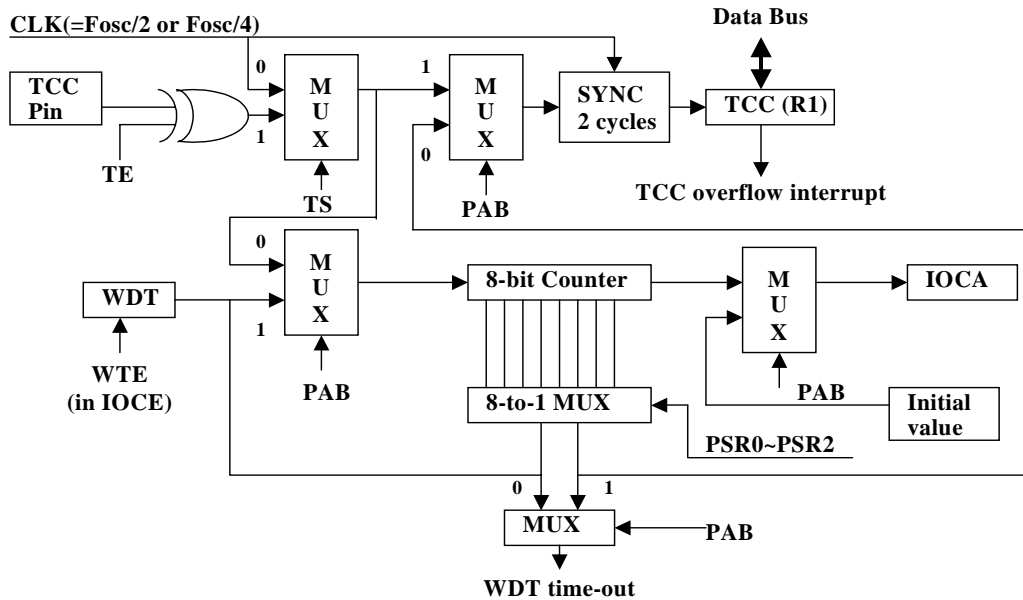

图 4-3 TCC 和 WDT 模块图
TCC 或WDT 有一个8位计数器用作预分频器。在同一时间它只能分配给其中一方，这由CONT 寄存器的PAB 位决定。PSR0~PSR2位确定分频系数。若分配给TCC，则每次写TCC 操作均将预分频器清0。若分配给WDT，则WDT 和预分频器均在执行WDTIC 或SLEP指令时清0。图4-3 详细描述了TCC/WDT电路特性。
- R1(TCC)为8 位定时器/计数器。TCC 时钟源可为内部时钟或外部时钟（由TCC 引脚输入，触发沿可选择）。如果是内部时钟，每个指令周期TCC 加1(无预分频器)。由图4-3 可知，指令周期是2 个还是4个时钟周期由代码选择寄存器CLKS 位决定。CLKS=0 则 $CLK=F_{osc}/2$ ，CLKS=1 则 $CLK=F_{osc}/4$ 。如果是外部时钟，则TCC 引脚信号每一个上升沿或下降沿TCC加1。